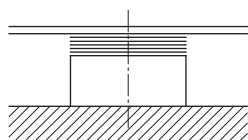
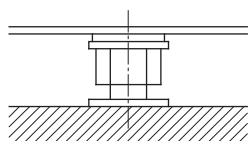

Fig. 6: Șaibe de compensare pe suprafața fundației
Fig. 7: Șuruburi de nivelare pe suprafața fundației
- Pe fiecare bloc de șuruburi de pe suprafața fundației aplicați o șaibă de compensare (ca. 20–25 mm grosime) (a se vedea Fig. 6). Alternativ pot fi utilizate și șuruburi de nivelare (a se vedea Fig. 7).